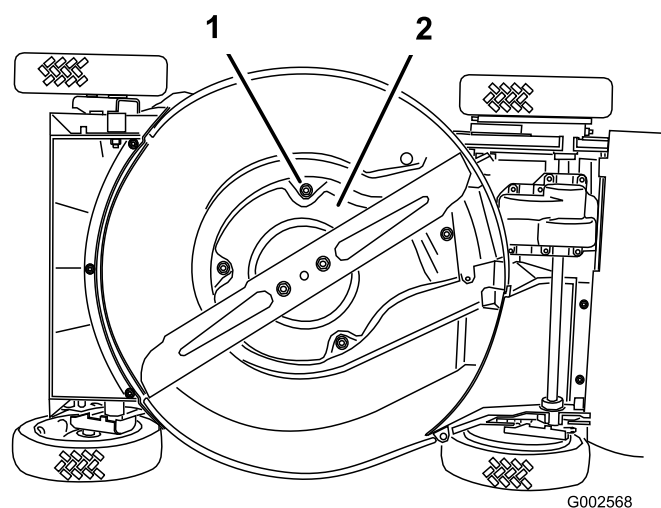

Figura 38
6. Retire los 4 tornillos que sujetan el protector (Figura 38).